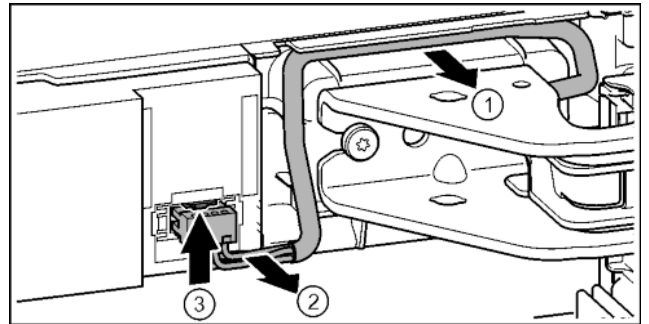

Fig. 18
- Обережно від'єднайте кабель над опорним кронштейном від направляючої. Fig. 18 (1)
- Обережно витягніть жили кабелю із каналу. Fig. 18 (2)
- Притисніть з'єднувальну накладку догори та обережно витягніть штекер. Fig. 18 (3)